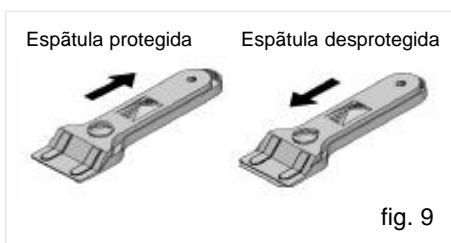

fig. 9
**⚠ Depois de terminar o trabalho com o raspador, recolher a lâmina e bloqueá-la. (Ver fig. 9).**